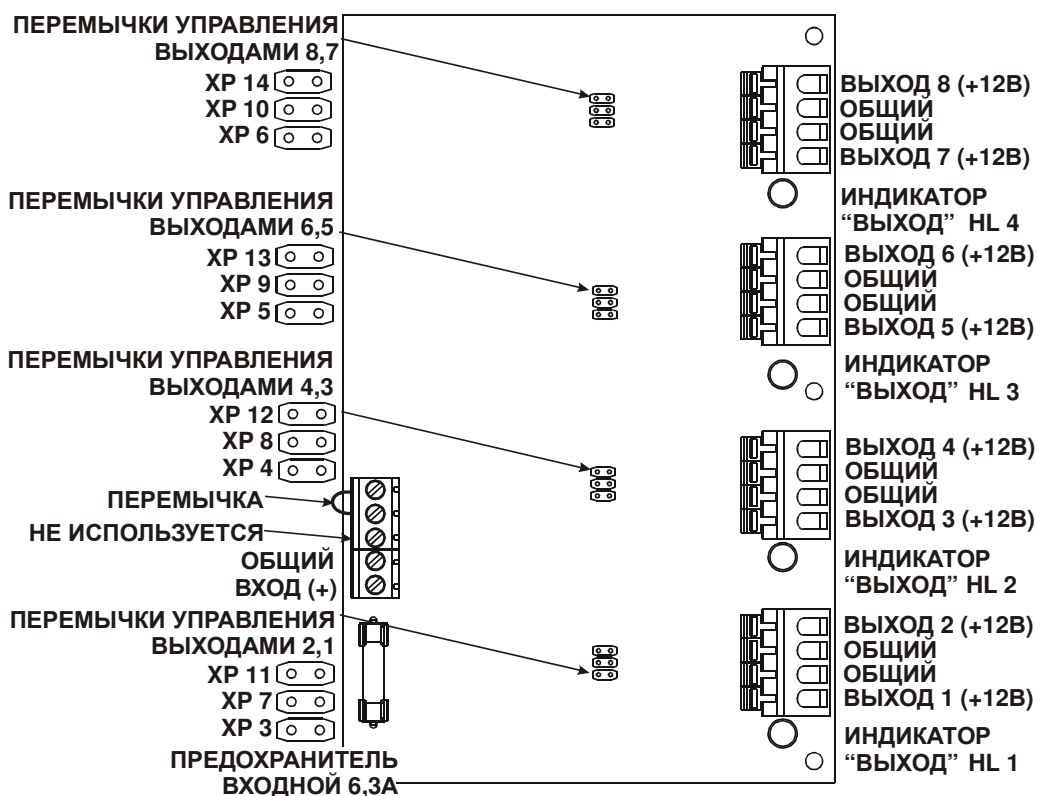

РИС.2
- подключить подводящие провода нагрузок к клеммам «ВЫХОД», «ОБЩИЙ» плат преобразователей, минусовой провод – к клемме «ОБЩИЙ», плюсовой – к клемме «ВЫХОД» (рис. 2 Приложения А);